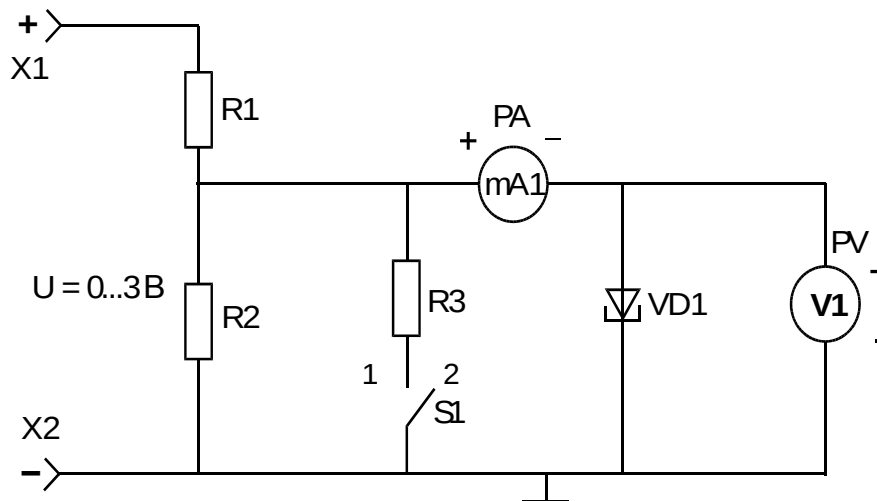

Рис. 1. Схема электрическая измерения параметров туннельного диода
4.2. Ознакомиться со схемой измерения (рис. 1).